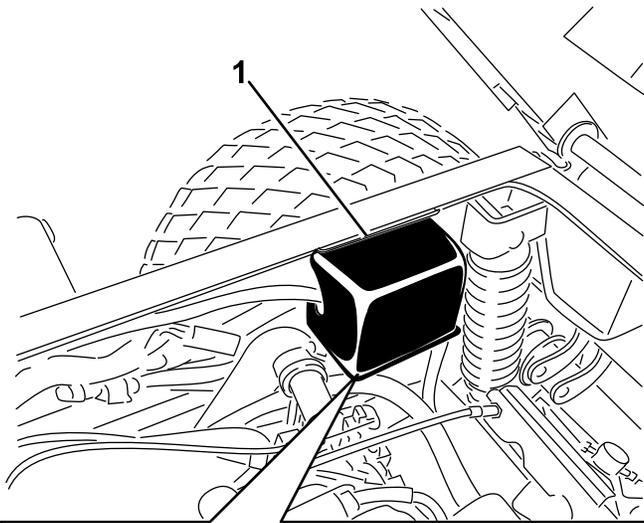

Figure 4
- Connectez le faisceau de démarrage à clé arrière au faisceau du véhicule (Figure 4).